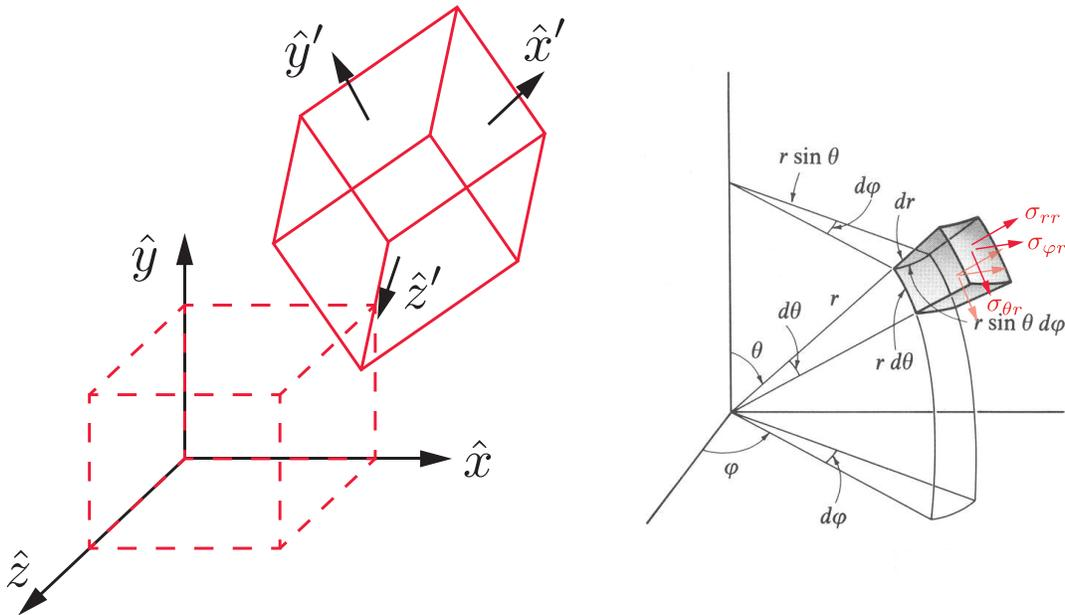

Figure 2: Izquierda: Cubo inicialmente en reposo que bajo pequeñas deformaciones cambia su orientación. Derecha: Coordenadas esféricas.
a) Vea que las ecuaciones de movimiento vistas en clases para un cubo inicialmente orientado orientado como se ve en Fig. 2 se pueden también escribir como
b) Deduzca que las ecuaciones de equilibrio en coordenadas esféricas (ver Fig. 2) despreciando rotaciones son dadas por